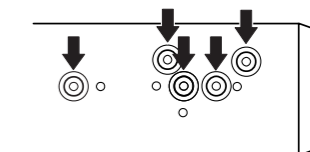
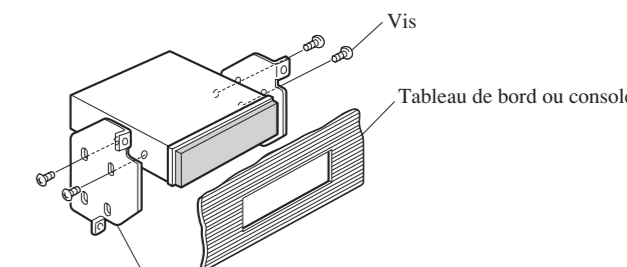

Fig. 10
Fig. 11
**2. Fixation de l'appareil au support pour le montage de la radio installée par le constructeur. (Fig. 10) (Fig. 11)**